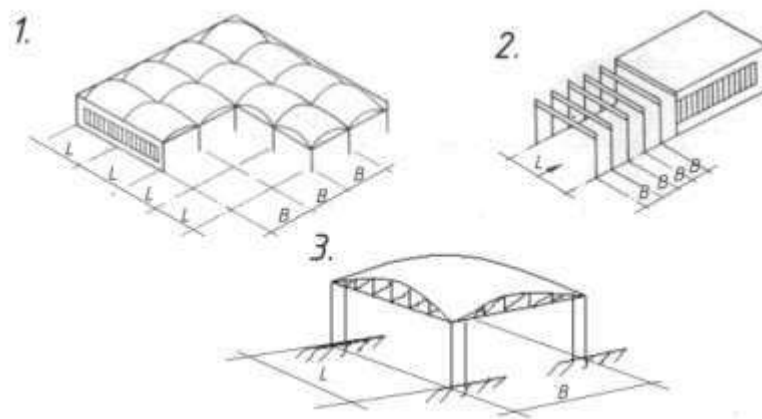

Рис.1
36. Покажите одноэтажные здания ячейкового типа на рис.1.
37. Покажите одноэтажные здания пролетного типа на рис.1..
38. Покажите одноэтажные здания зального типа на рис.1.